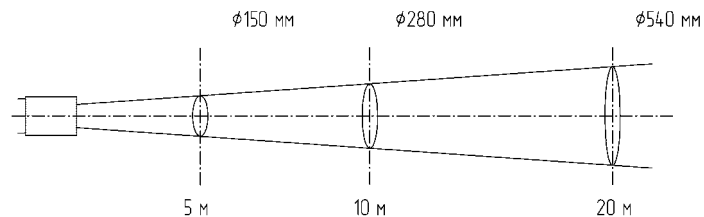
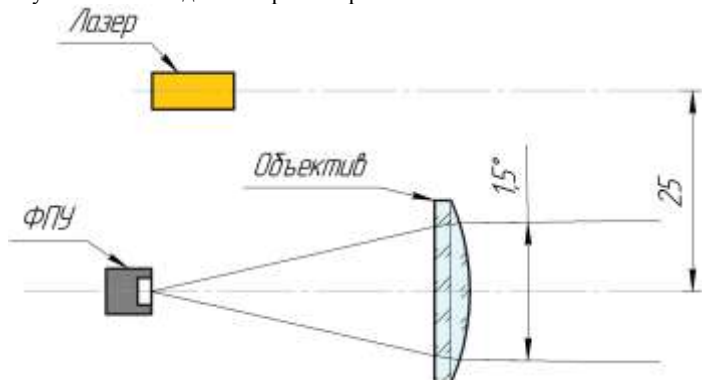
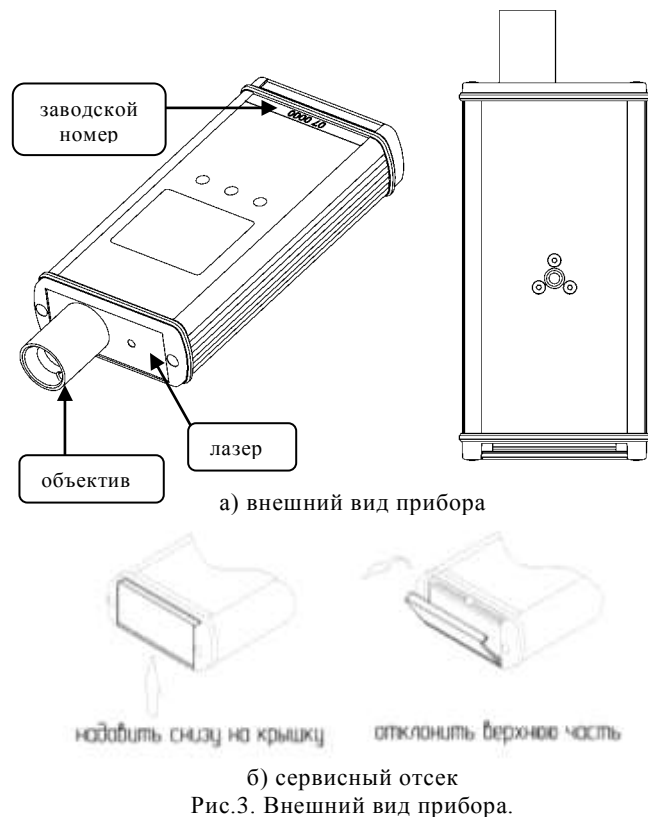

Рис. 2. Зависимость диаметра площадки фотометрирования от расстояния.
Рис. 1. Принципиальная оптическая схема
Рис.3. Внешний вид прибора.
5.6. Зажмите кнопку «Режим». Идёт измерение яркости площадки, попадающей в угол фотометрирования прибора (Рис.2). Дождитесь стабилизации показаний прибора.
5.10. На нижней стороне корпуса расположена резьба (1/4 дюйма) для крепления на штативе (Рис.3).
4.1. Прибор выпускается в компактном портативном исполнении. Конструктивно прибор состоит из одного функционального блока (рис.3). На лицевой стороне корпуса расположены индикация и следующие кнопки управления (рис.4):
4.2. На торцевой стенке корпуса расположена крышка сервисного отсека. Технологический разъем “microUSB” под крышкой предназначен для зарядки несъёмного элемента питания (Рис.3) от USB порта компьютера или через сетевое зарядное устройство (включится светодиод в сервисном отсеке). По окончании зарядки аккумуляторной батареи светодиод-индикатор перестаёт гореть. Заряд аккумуляторной батареи следует производить при окружающей температуре от 0 до +40 °С.
4.5. Соосно слева от фотоприёмного устройства установлен лазер (Рис.3), с помощью которого производится наводка прибора на измеряемое поле фотометрирования. Луч лазера излучается из передней части устройства. От центра измеряемого поля до точки лазера 25 мм (Рис. 1). Диаметр площадки фотометрирования указан на Рис. 2.